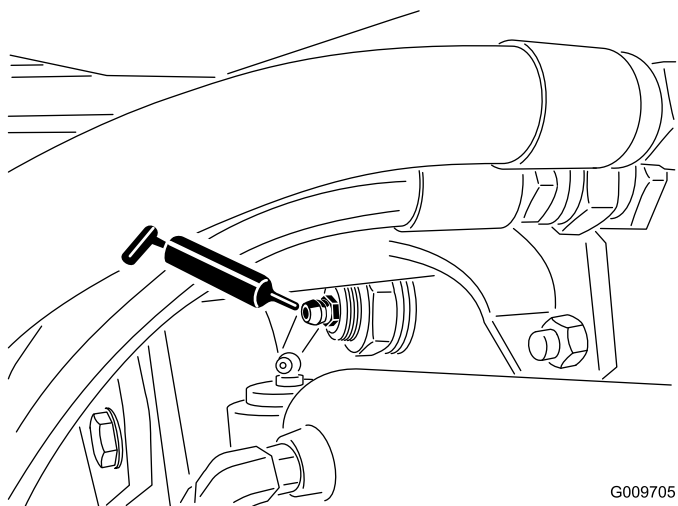

Figura 24
- Boccole orientabili (2) dell'assale posteriore (Figura 24)